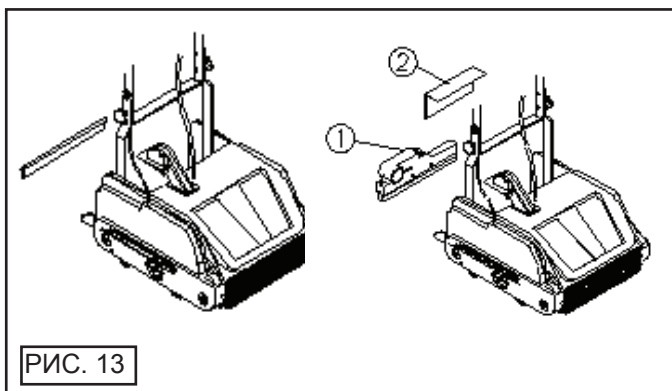

РИС. 13
После промывки ковров или ковровина необходимо произвести очистку машины, обращая внимание на тщательную очистку сборного бака, заднюю панель 2, рис. 13 и всасывающую насадку 1, рис. 13.
- Извлеките узел всасывания 1, рис. 13, и замените резиновую вставку;